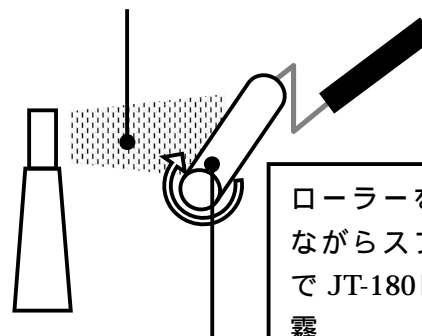

図 2
・ 専用ローラー J R - 1 8 6 に転写液 J T - 1 8 0 N を塗布する ( 図 2 ) 。
- ・ 隣のパターンと5～10cm程度、交差するようにローラーを転がす。( 図2 )